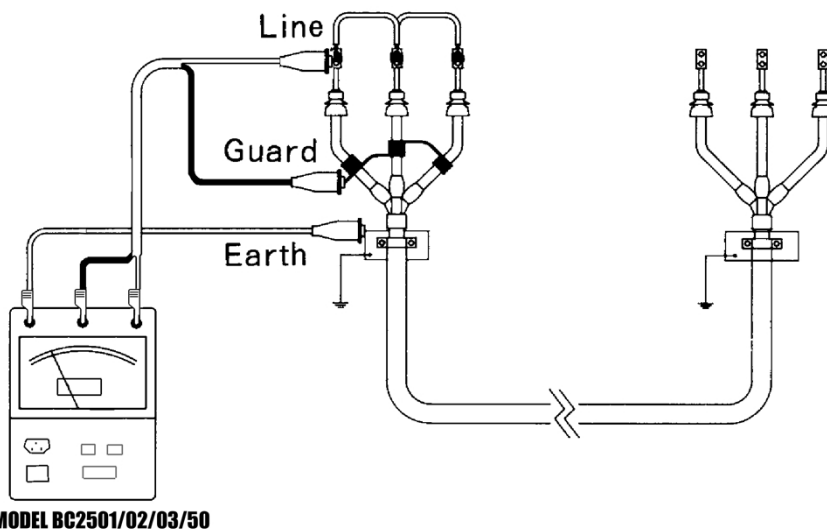

图3：电缆测试接线示例图
- 4、将带屏蔽高压测试线一端（红色）插入（1）LINE端，另一端（红色）接于被试设备的高压导体上，将带屏蔽高压测试线屏蔽端（黑色）插入（2）GROUND端，另一端接于被试设备的高压护环上，以消除表面泄漏电流的影响（详见“屏蔽端的使用方法”相关内容。将另外一根黑色测试线插入地端（EARTH）（3）端，另一头接于被试设备的外壳或地上。以电缆测试为例接法如图3所示。